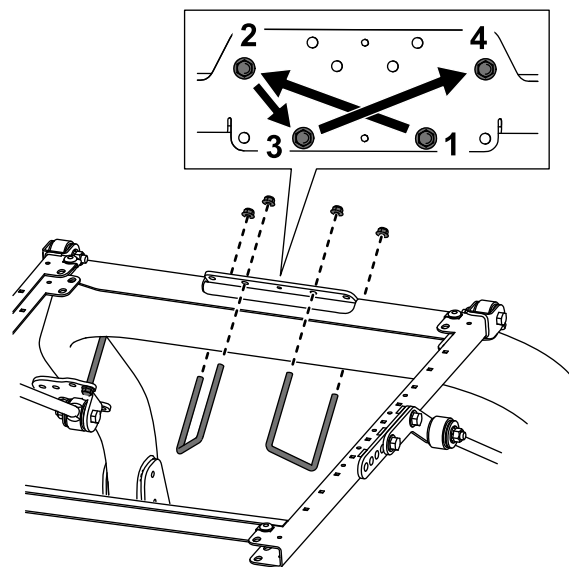

Рисунок 2
- Чтобы обеспечить равномерное распределение, затягивайте гайки поочередно, как показано на Рисунок 2.